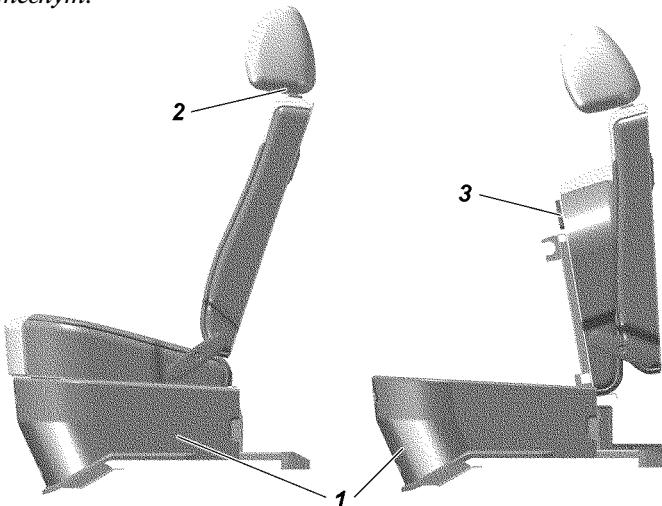

Рис. 3.24. Заднее трехместное сиденье UAZ PICKUP:
**Заднее трехместное сиденье** UAZ PICKUP (рис. 3.24) состоит из трехместной подушки, спинки и регулируемых по высоте съемных подголовников.